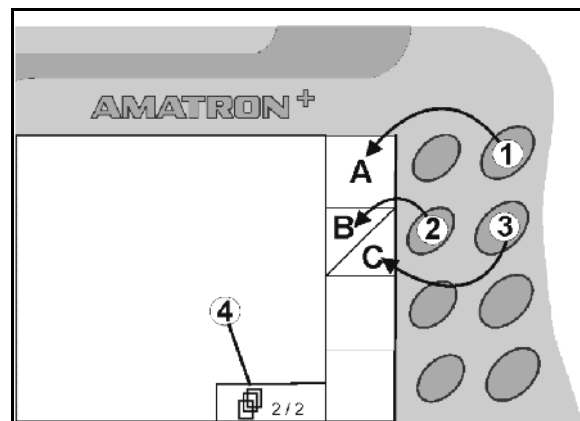

Fig. 7
- Si aparecen campos cuadrados en la pantalla, sólo está asignada la tecla derecha (Fig. 7/1) al campo de función (Fig. 7/A).
- la tecla izquierda (Fig. 7/2 está asignada al campo de función superior izquierda Fig. 7/B).
- la tecla derecha (Fig. 7/3) está asignada al campo de función inferior derecha (Fig. 7/C).
• Navegar en otras páginas del menú (sólo es posible cuando el símbolo (Fig. 7/4) aparece en la pantalla) • Menú de memorización del joystick multifuncional